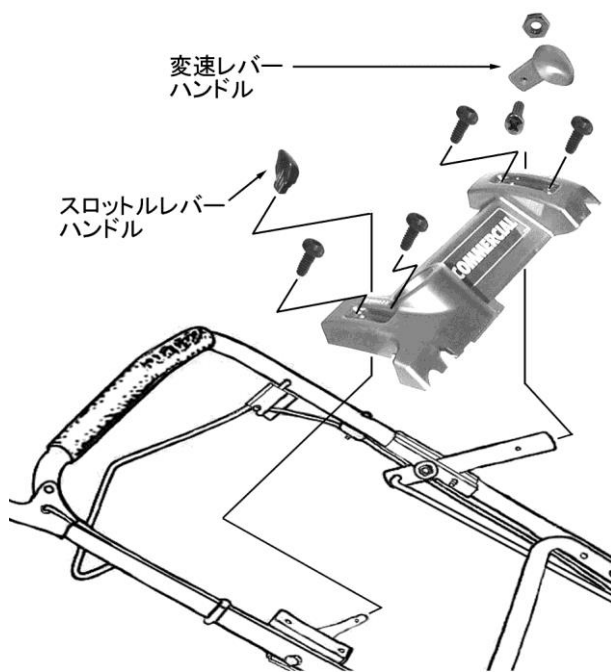

図 3-10
3. スロットルレバーにスロットルレバーハンドルを深く差し込みます。（図 3-10）